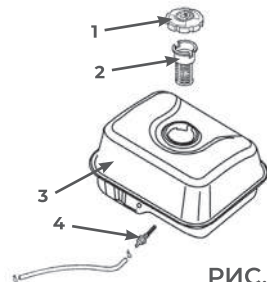

РИС. 14
- Сетчатый фильтр в заливной горловине (2) – предотвращает попадание крупных загрязнений при заправке.
- Фильтр на выходном штуцере внутри бака (4) – тонкая фильтрация перед подачей топлива в карбюратор (Рис. 14).